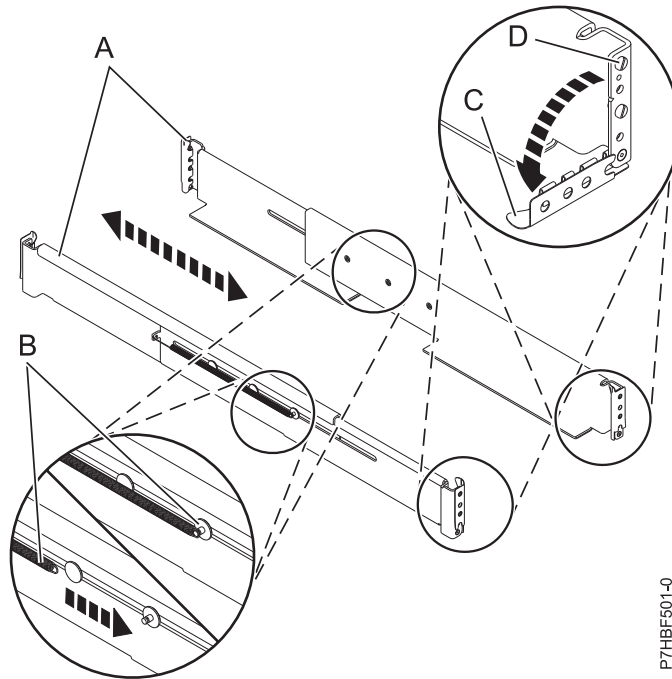

Figure 5. Installation des glissières
3. Faites pivoter vers le bas les fixations avant et arrière (C) sur les glissières de gauche et de droite, comme illustré dans la figure 5, à la page 9.
4. Sur chaque glissière, retirez la bande autocollante qui fixe le ressort **(B)** à la glissière. Enroulez l'extrémité du ressort autour de la vis de butée sur la glissière, comme illustré dans la figure 5.